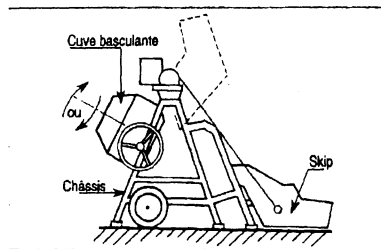
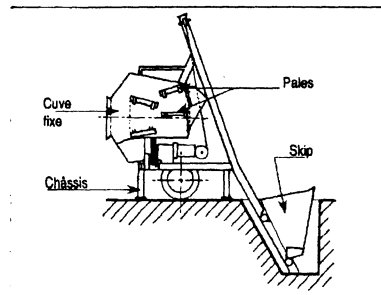

Fig. 1 - Bétonnière à cuve basculante
Fig. 2 - Bétonnière à cuve fixe
- réalisé sur le chantier avec des bétonnières de faible capacité à cuve basculante (fig. 1), à cuve fixe avec inversion de marche (fig. 2), ou avec des centrales à béton de forte capacité ;